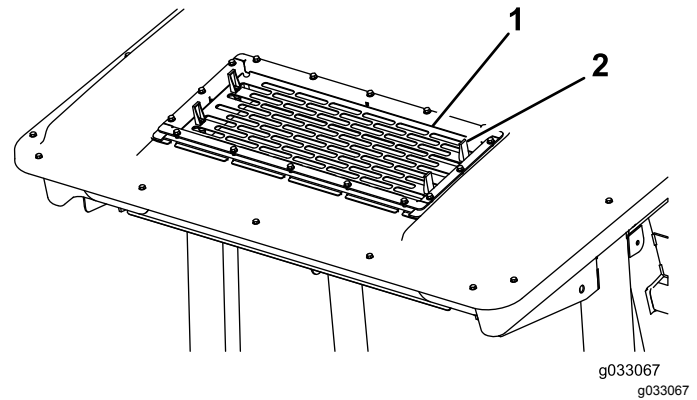

Figure 57
2. Soulevez les 4 languettes sur la grille de climatisation (Figure 57) et déposez la grille du sommet de la cabine.